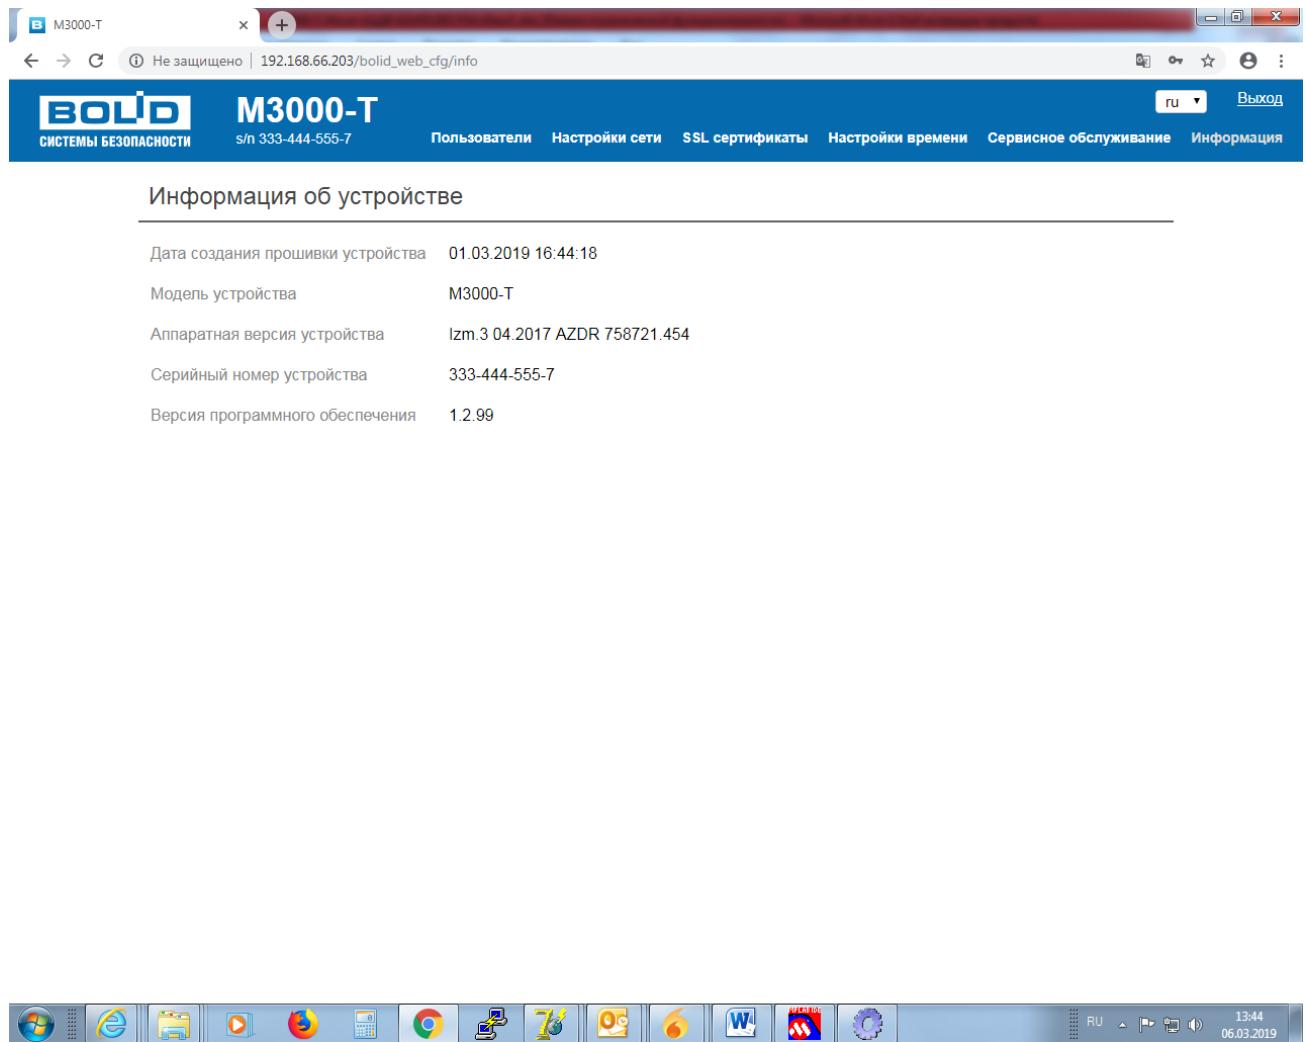

Рисунок 33. Страница «Информация»
Страница «Информация» содержит сведения об аппаратной части и программном обеспечении данного экземпляра изделия и его серийный номер. Внешний вид страницы представлен на Рис. 33.
- в разделе «Session» ввести номер СОМ-порта, к которому подключен контроллер (см. Рис.33) и нажать кнопку «Open».